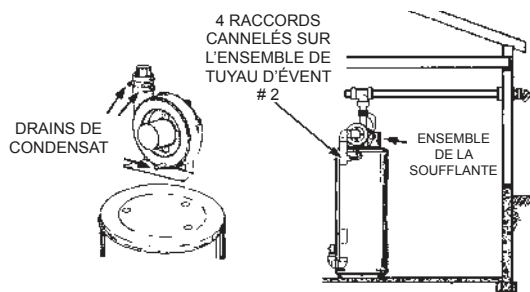

FIGURE 17.
la décharge de la soufflante, voir Figure 17. Le système au complet ne peut pas dépasser les longueurs discutées ci-dessus, où chaque coude est égal à 1,5 m (5 pi) du tuyau droit. Le raccord SS2, si elle est utilisée, compte comme étant l'un coude à 90 degrés.
4. Certaines installations présenteront des condensats qui se formeront dans les parcours horizontaux du réseau de tuyaux de ventilation. Ce condensat sera acheminé à la gaine de condensat attachée à la soufflante et en dehors du raccord. Le chauffe-eau est expédié avec un tuyau de condensat qui s'attache au raccord sur la gaine de condensat. Aucun autre raccord en T ou autre raccord de tuyauterie n'est requis. Voir Figure 17, 20 et 21.
Ce chauffe-eau est un appareil à condensation et nécessite une vidange installée à proximité immédiate et ce, pour permettre au condensat de se vidanger en toute sécurité. Un tuyau de boîtier de la soufflerie et deux tuyaux flexibles de soufflerie adaptateur de sortie à terme Barb raccords sur l'assemblage tuyau de ventilation # 2. Le tuyau est fixé par des broches en caoutchouc et les tuyaux flexibles par une bride de serrage sur le couvercle supérieur de l'enveloppe. Voir Figure 17. Le Condensat se vide de l'appareil au niveau du raccord en T d'évacuation situé au fond de l'appareil (voir Figure 16). Le condensat qui s'écoule de ce chauffe-eau est légèrement acide. Prendre note que certains
Le condensat pourrait se former dans le système de ventilation attaché à ce chauffe-eau. Le tuyau de ventilation devrait être penché vers le bas loin de l'ensemble de la soufflante (pas moins que 1/8 po (3,2 mm) ni plus que 1/2 po (12,7 mm) par pied (30 cm) maximum). Si la tuyauterie de ventilation est ventilée à niveau ou penchée vers le haut loin de l'ensemble de la soufflante, alors des moyens adéquats pour le drainage et l'élimination du condensat devront être mis en place par l'installateur. Deux tuyaux de condensat de 3/8 po devraient être connectés aux orifices de fuite intégrés de l'adaptateur de sortie de la soufflante. Le raccord sur événement ensemble de tuyaux # 2 barbe non utilisé doit être branché avec un des bouchons séparatistes. Voir Figure 17.
3. Le condensat s'écoule de trois endroits sur l'ensemble de la soufflante. Voir la Figure 17. Un tuyau flexible commence à partir du bas du boîtier de la soufflante; deux autres commencent à partir des orifices du connecteur en caoutchouc au niveau de la sortie de la soufflante. Ces trois tuyaux de condensat sont connectés aux raccords cannelés sur l'ensemble de tuyau de ventilation #2. Le tuyau du bas du boîtier de la soufflante est fixé par deux brides de serrage et les deux tuyaux du connecteur en caoutchouc sont attelés par une autre bride. S'assurer qu'aucun tuyau n'est plié ou tordu.